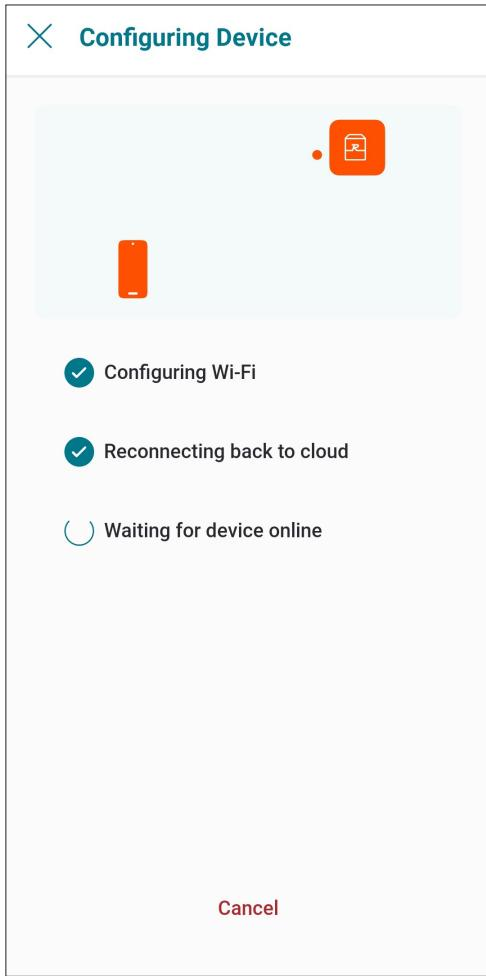

Figure 87. Configuration de l'appareil
7. L'application Raymote fournira les identifiants Wi-Fi à votre appareil. Cette opération peut prendre quelques secondes. Voir **Figure 87.**